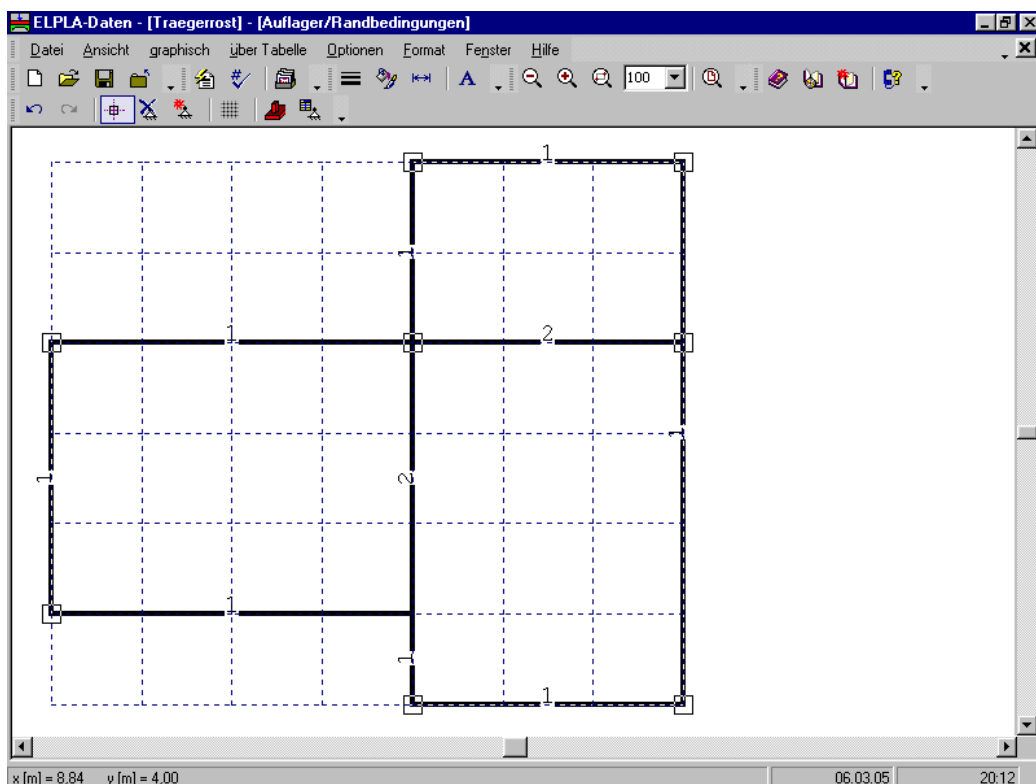

Bild 4-21 Markierung der Knoten mit Auflagern (kleine Rechtecke an den Ecken)
- Klicken Sie die linke Maustaste auf den gewünschten Knoten mit Auflager, wie im Bild 4-21 gezeigt
- Nach dem Auswählen von Knoten der Auflager wählen Sie "Auflager einfügen" aus dem Menü "graphisch" im Bild 4-21